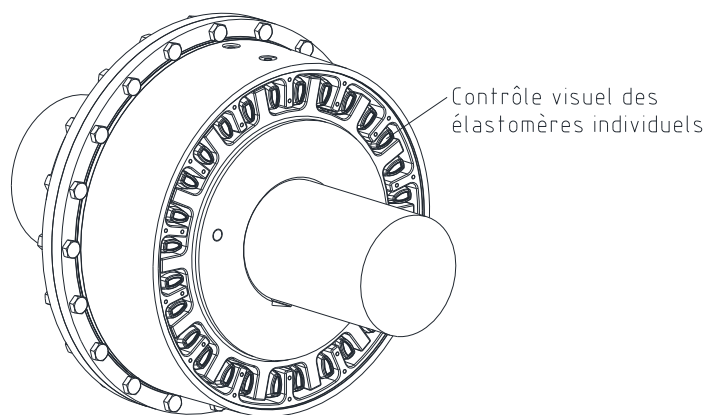
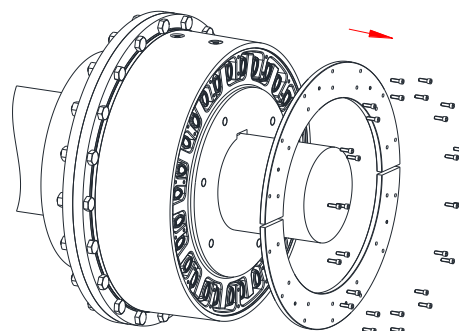

Fig. 20
Fig. 23
Pour contrôler visuellement les élastomères individuels, retirez les segments du couvercle de l'accouplement (voir Figure 23) de manière à voir les faces avant des élastomères individuels (voir Figure 20). À cet effet, retirez les élastomères individuels des cavités. Les élastomères individuels doivent toutefois être remplacés si l'un des points suivants est constaté :
- Desserrez d'abord les vis cylindriques DIN EN ISO 4762 (composant 6) et retirez les segments du couvercle (composant 3) de l'accouplement (voir Figure 23).